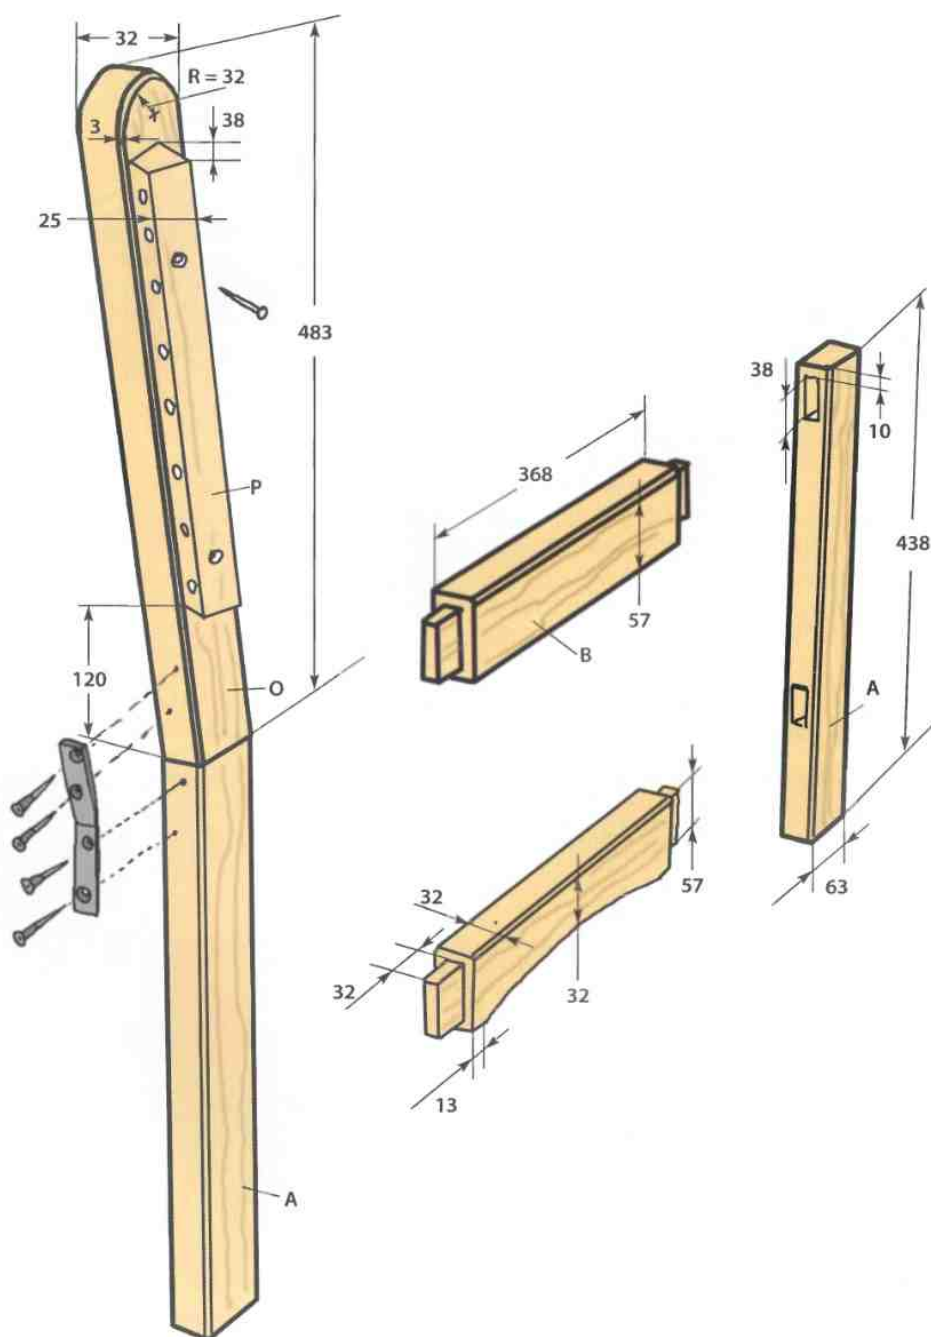

Рис. 3. Детали ножки для сидения и способ их крепления
1. Разметьте и вырежьте заготовки для самих ножек (А), верхних перекладин (В) и нижних перекладин (С). Окончательный вид этих деталей вместе с вертикальной стойкой (О) и способ их соединения показаны на Рис. 3.